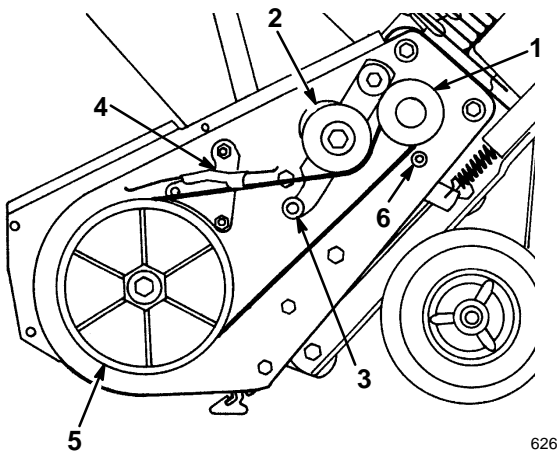

Figure 18
3. Abaisser la poulie folle pour pouvoir retirer la courroie de la poulie du rotor, de l'ensemble de frein et de la poulie du moteur (Fig. 18).
4. Passer la courroie neuve autour de la poulie moteur, sous la poulie folle, sur le galet, dans l'ensemble de frein et autour de la poulie du rotor (Fig. 18).
**IMPORTANT :** La poulie doit passer sur le galet, comme illustré à la figure 18.